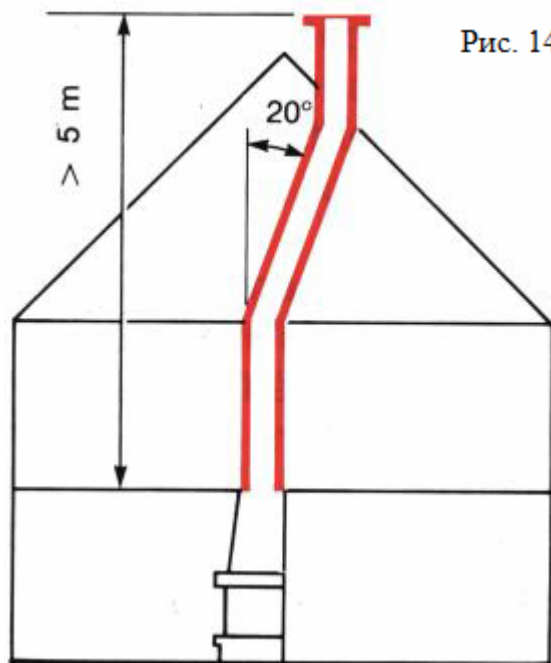

Рис. 14
5.2.4.Траектория дымохода (рис. 14 и 15)